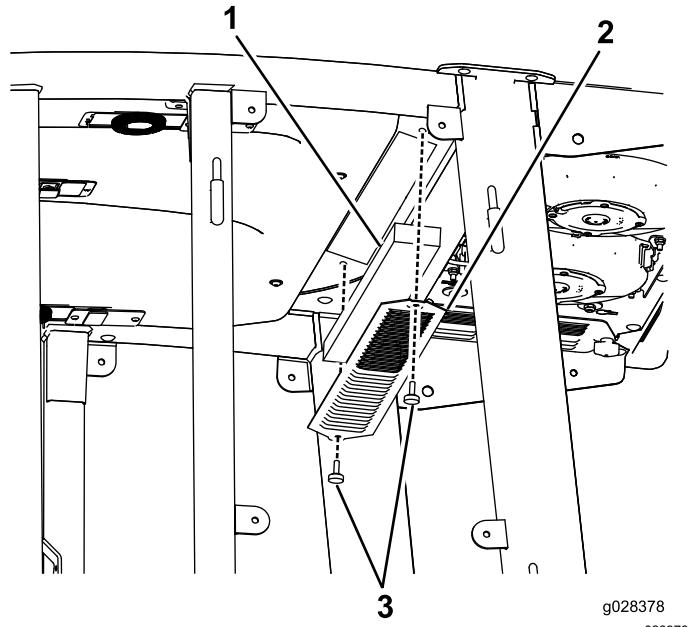
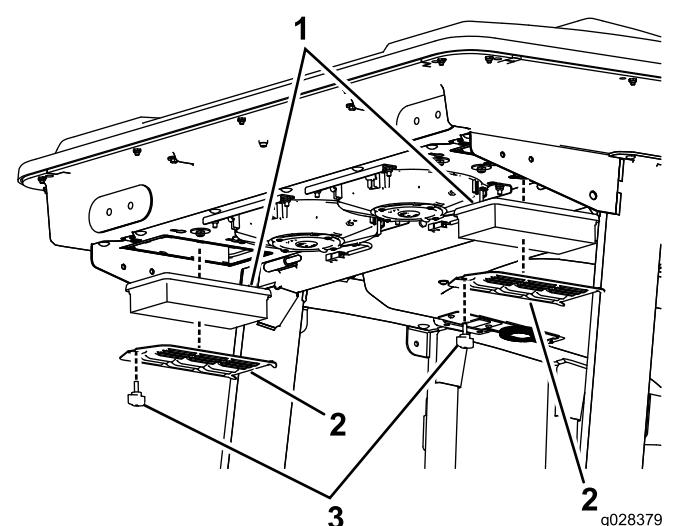
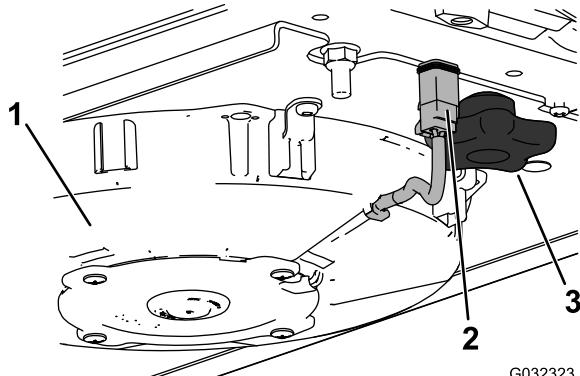
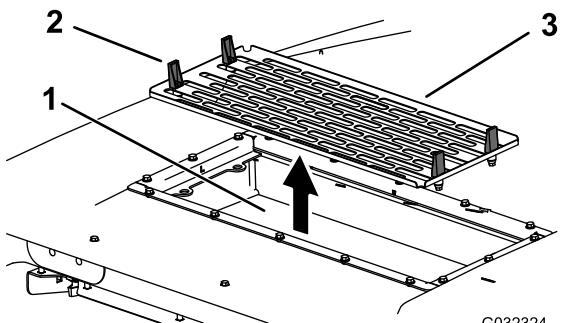

Рисунок 130
Рисунок 131
Рисунок 133
Рисунок 134
1. Выверните винты и снимите решетки у салонного и заднего воздушных фильтров кабины (Рисунок 130 и Рисунок 131).
4. Снимите воздушные фильтры (см. Рисунок 131).
6. Установите воздушные фильтры, сетку и вентилятор в сборе (Рисунок 131, Рисунок 133 и Рисунок 134).
- Подсоедините провод к каждому вентилятору (Рисунок 133).